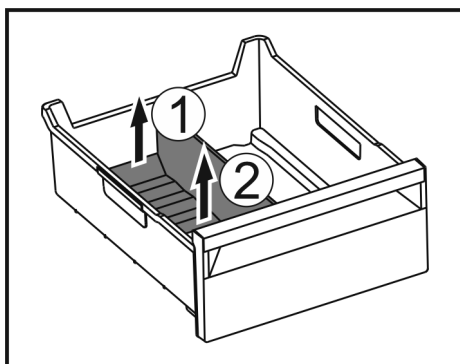

Fig. 117
- Hinteren Teil des Eisfach-Trenners anheben. Fig. 117 (1)
- Eisfach-Trenner nach oben entnehmen. Fig. 117 (2)